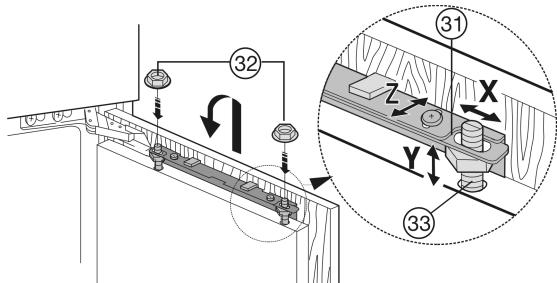

Fig. 23
- Enganche la puerta del mueble en los pernos de ajuste Fig. 23 (33) y atornille ligeramente las contratuerca Fig. 23 (32) en los pernos de ajuste.
- Alinee la puerta del mueble en cuanto a altura e inclinación lateral: ajuste los pernos de ajuste Fig. 23 (33) con un destornillador.
- Apriete las contratuerca Fig. 23 (32).